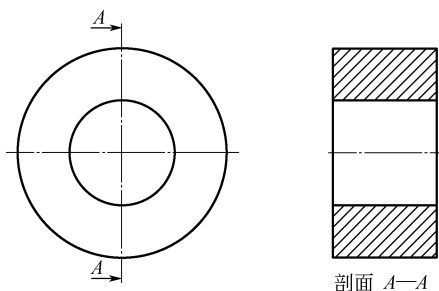

图 8-65 打开视图
- [1] 打开初始文件“Z8g8.sldrw”，打开视图，如图 8-65 所示。